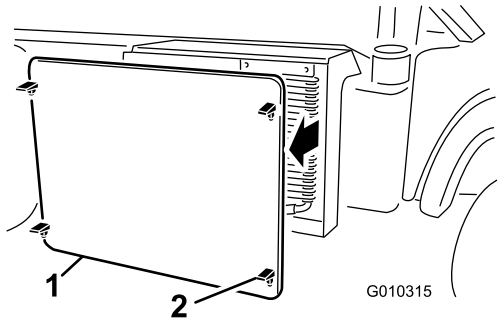

図 61
2. ラジエター・スクリーンのラッチを外して、ラジエター前面から外す (図 61)。